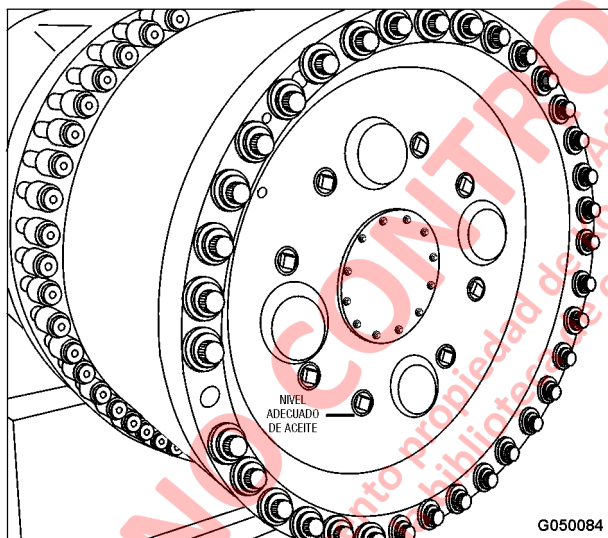

FIGURA 5-10. NIVEL DE ACEITE DEL MOTOR DE TRACCIÓN
17. Instale las abrazaderas de manguera restantes. Conecte las mangueras del freno de estacionamiento (8). Si desmontó el tubo de nylon, conéctelo al interruptor de presión del soplador.
18. Instale el ducto de aire (9) entre los frenos de estacionamiento,
19. Instale las cubiertas de acceso de la carcasa del eje trasero (2) y el tubo de acceso (1) en la parte trasera de la carcasa del eje trasero.
21. Verifique el nivel de aceite en cada motor de tracción. Gire uno de los ocho tapones a la posición de 6 en punto y sáquelo. El nivel de aceite debe estar a la misma altura que la parte inferior de la apertura del tapón. Consulte el punto Figura 5-10. De ser necesario, cargue el motor de rueda con el aceite recomendado.